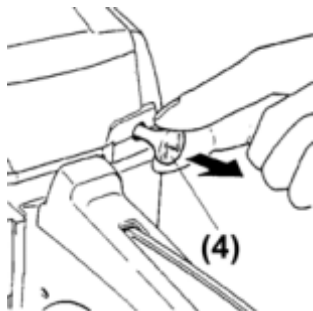

Рис. 6.3
6. Вытяните рукоятку дросселя (рис. 6.3 поз. 4). Воздушная заслонка закроется, и рычаг дросселя будет установлен в положение запуска.
9. Дайте двигателю прогреться при слегка вытянутой рукоятке дросселя (рис. 6.3 поз. 4).